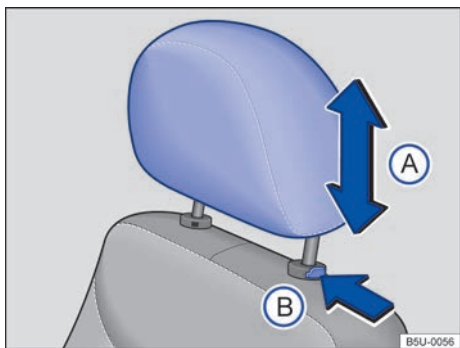

Fig. 67 Apoio para cabeça dianteiros: desinstalar.
- Pressionar o botão → Fig. 67 (B) no sentido da seta. Retirar o apoio para cabeça com o botão pressionado.
- Empurrar o apoio para a cabeça totalmente para baixo com o botão → Fig. 67 (B) pressionado.